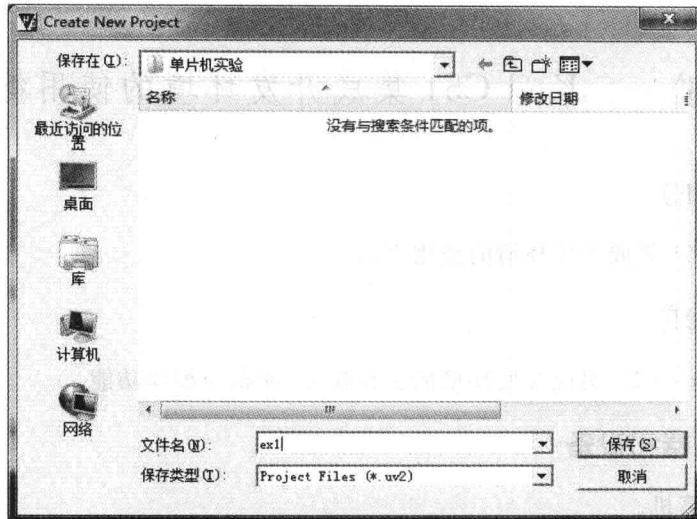

图 1-2 建立工程项目
2. 建立工程项目：选择菜单栏的【Project】→【New Project】命令，建立一个新的uVision3 工程，取一个工程名，单击“保存(S)”按钮。为方便工程管理，在新建工程之前，先新建一个文件夹，把工程保存在新建的文件夹下，如图 1-2 所示。